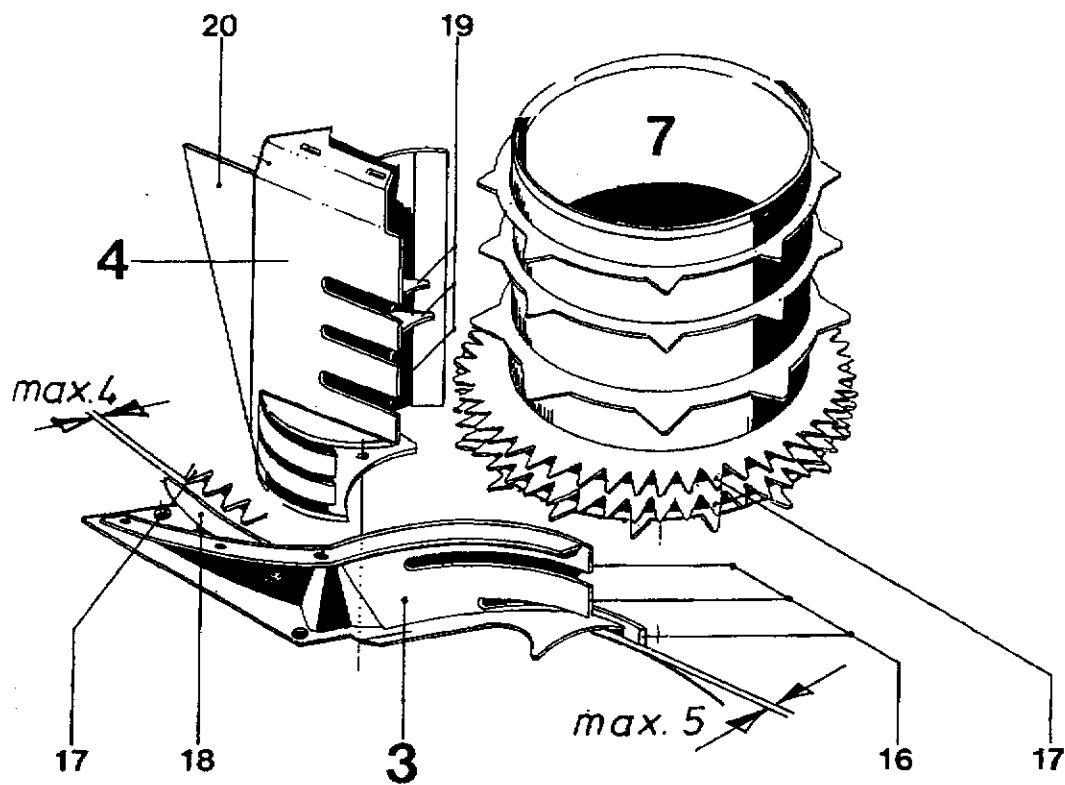

Fig. 95
Guide (3) Fig. 95
Décrotteur (4) Fig. 95